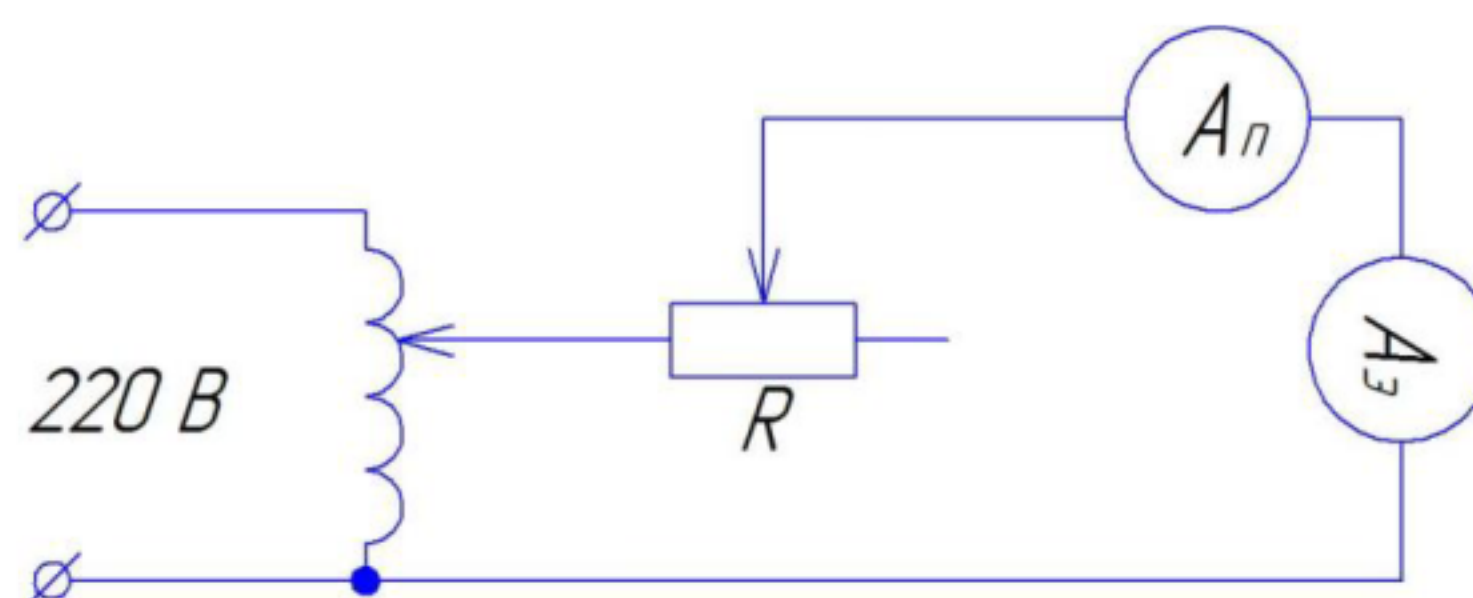

Рис.7.2. Схема для проверки амперметра на переменном токе
3. Собрать схемы для поверки амперметра на постоянном токе (Рис. 7.1.) и на переменном токе (Рис. 7.2.).